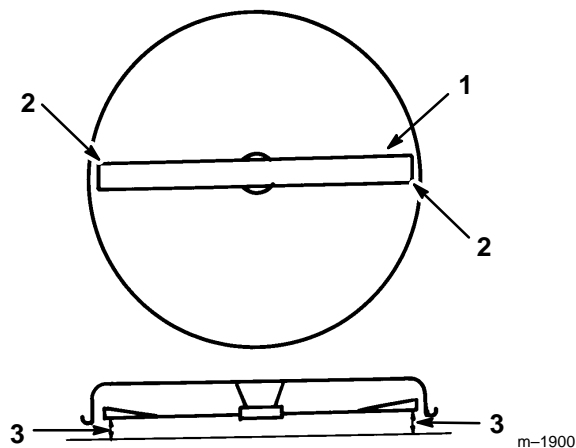

Figure 46
4. Placer prudemment la lame dans le sens transversal (Fig. 46). Mesurer la hauteur des arêtes de coupe extérieures de chaque côté par rapport au sol plat (Fig. 46). Si les deux mesures diffèrent de plus de 5 mm (3/16"), l'horizontalité transversale doit être réglée comme expliqué aux points 5 et 6.